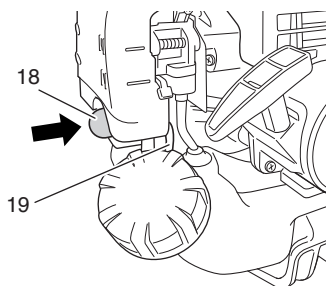

Fig. 14
- * Pressez la poire de la pompe d'amorçage (18) à plusieurs reprises pour que le carburant puisse s'écouler par le tuyau de retour (19). (Fig. 14)